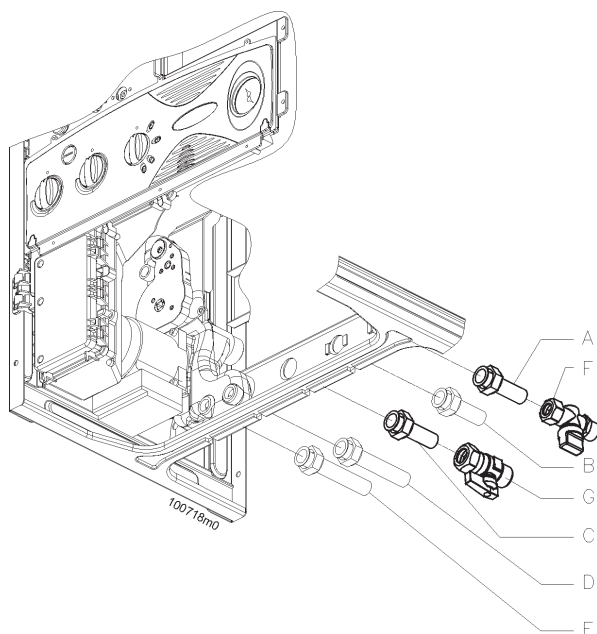

Figura 14 - Connessioni idrauliche e gas
- Sul tubo di adduzione gas è obbligatorio installare sempre un rubinetto di intercettazione omologato EN 331. La caldaia ne è corredata (vedi figura 14 particolare "G").
La caldaia viene fornita di serie con i raccordi illustrati nella figura 14, dove: